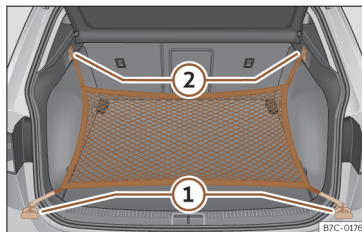

Fig. 170 Na bagageira: argolas ① e ganchos ② para fixar o saco de rede.
- Fixe os ganchos curtos da rede nas argolas de fixação >>> **Fig. 170** ① >>> . O fecho de correr do saco deve ficar voltado para cima.
- Fixe as fitas nos ganchos para prender sacos ②.